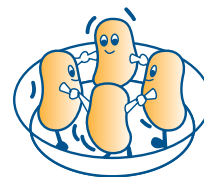

fig. 10
- 5) Indien meerdere porties van hetzelfde voedsel bereid worden, bijvoorbeeld gekookte aardappelen, deze **in een ronde vuurvaste schaal schikken** om een gelijkmatige bereiding te verkrijgen (fig. 10).